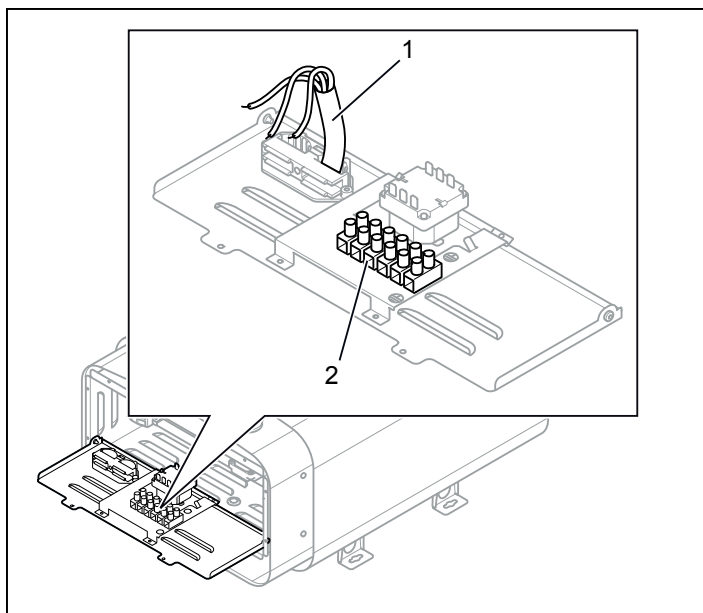
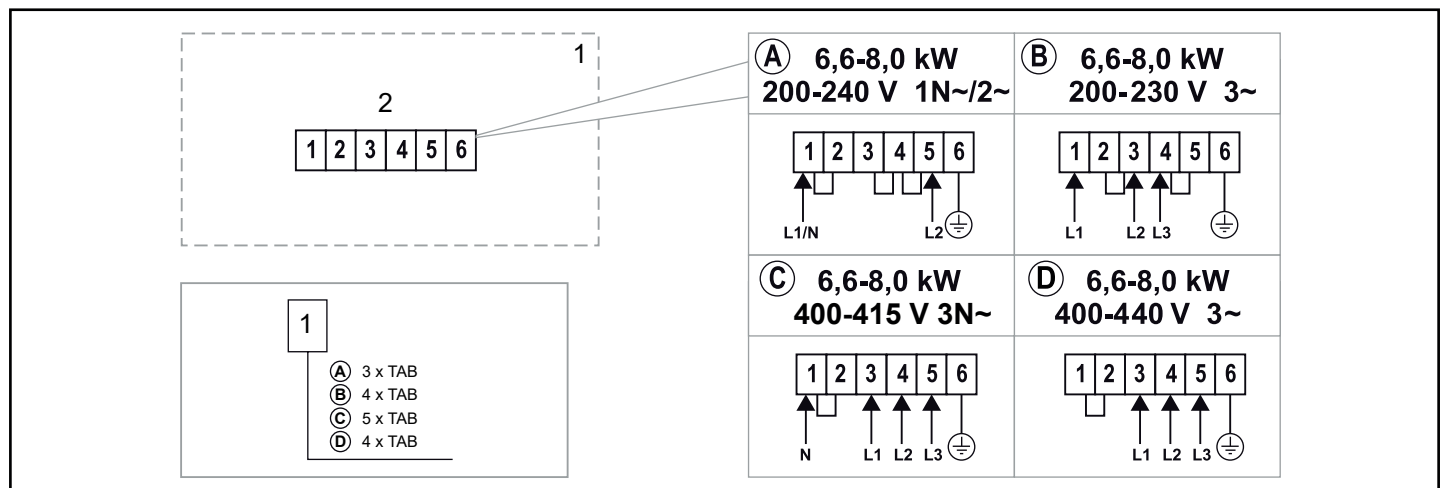

Fig 6: Kretskortet
Fig 12: Kopplingsschema
3. Anslut elkabeln (se Fig 6) enligt kopplingsschema (se Fig 12).
Vid inkoppling till spänningar eller fas-tal, som inte anges i kopplingschema Fig 12, kontakta Tylö kundservice.